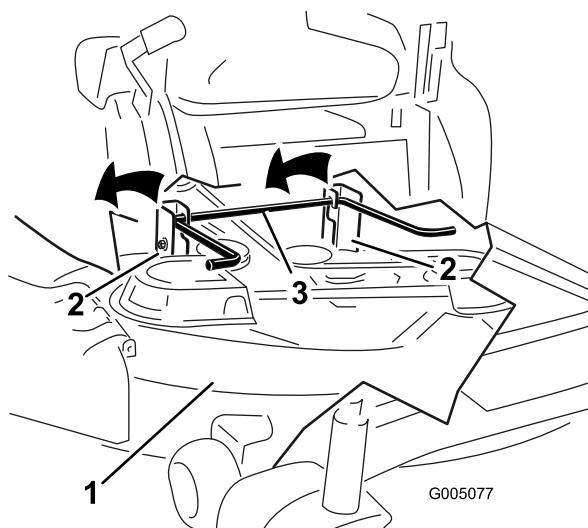

Figura 68
5. Eleve la carcasa del cortacésped y desenganche la varilla de elevación trasera de las pletinas de suspensión, y baje el cortacésped con cuidado al suelo (Figura 68).
- Eleve la parte trasera de la carcasa del cortacésped y coloque las pleáticas de suspensión sobre la varilla de elevación trasera (Figura 68).